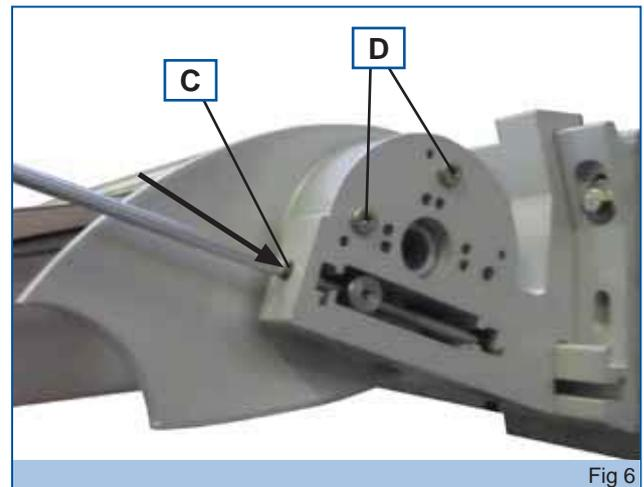

Fig 6
10. Una vez que se tenga la inclinación deseada, fije la posición del toldo apretando los tornillos (D-Fig. 6) usando una llave hexagonal de 5 mm.
En el caso de un MALACATE EXTERNO, afloje los tornillos (D-Fig. 6) con una